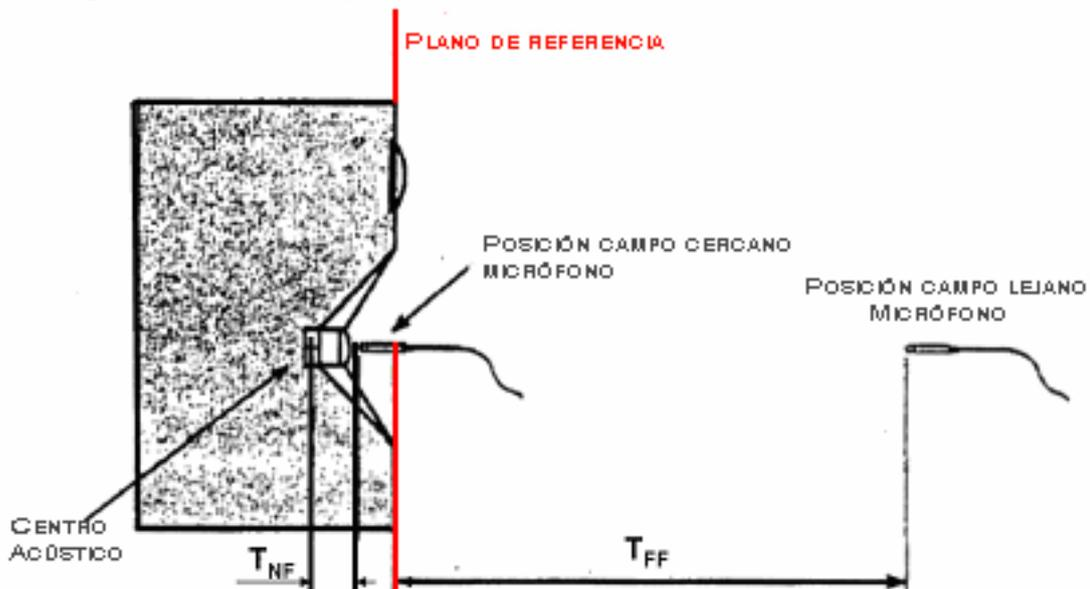

Imagen 6.2: Posicionamiento del micrófono en campo cercano y campo lejano
**Nota:** En la Imagen 6.2 se alude al llamado “centro acústico” del altavoz. Eso significa que el plano de referencia elegido y el lugar de origen del sonido no coinciden obligatoriamente. Esto resulta claro al hacer la valoración de las respuestas a impulsos. La distancia medida con un metro y la distancia determinada a partir del tiempo recorrido por el sonido, frecuentemente difieren en unos cm (para la determinación de la distancia a partir del tiempo recorrido por el